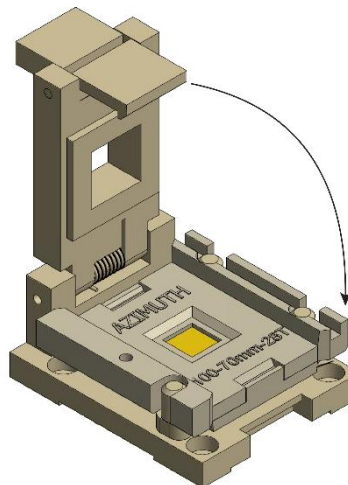

Рисунок 7. Расположение спутника-носителя в контактирующем устройстве
2. Установите спутник-носитель вместе с микросхемой в контактирующее устройство и прижмите его крышкой (Рисунок 7).